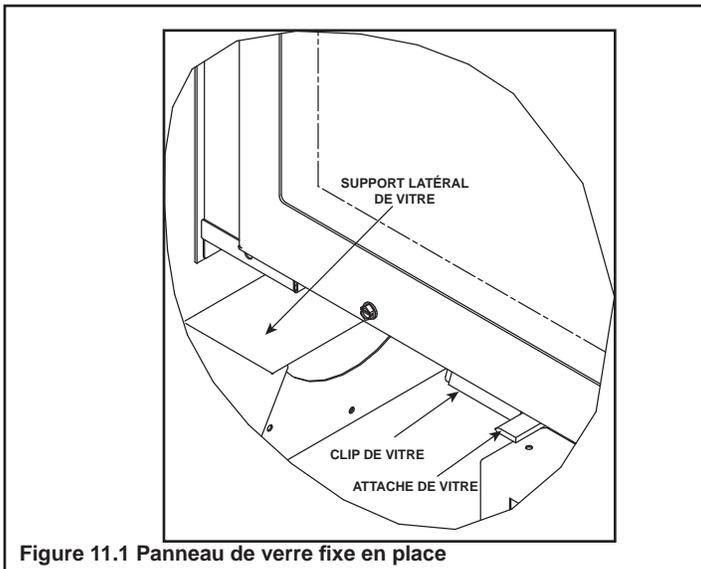

Figure 11.1 Panneau de verre fixe en place
3. Utilisez les deux index pour libérer les verrous à ressort. Voir la figure 11.1.
4. Laissez la vitre s'incliner vers l'avant. Attrapez la vitre par la lèvre de retour supérieure du cadre de vitre et inclinez vers l'extérieur et vers le bas. Abaissez doucement afin de faire reposer sur les supports latéraux. Voir la figure 11.1. Laissez le sommet du panneau de verre fixe s'incliner vers l'avant. Soulevez le panneau de verre fixe vers le haut et vers l'extérieur.
4. Maintenez le bas de la vitre tout en laissant le panneau de verre fixe s'installer sur les deux clips de vitre inférieurs. Voir la figure 11.1.